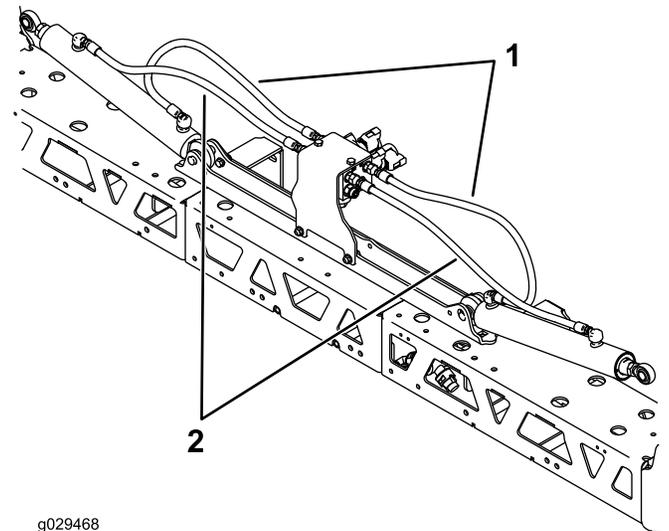

Bild 15
3. Montieren der Hydraulikschläuche (Bild 15).